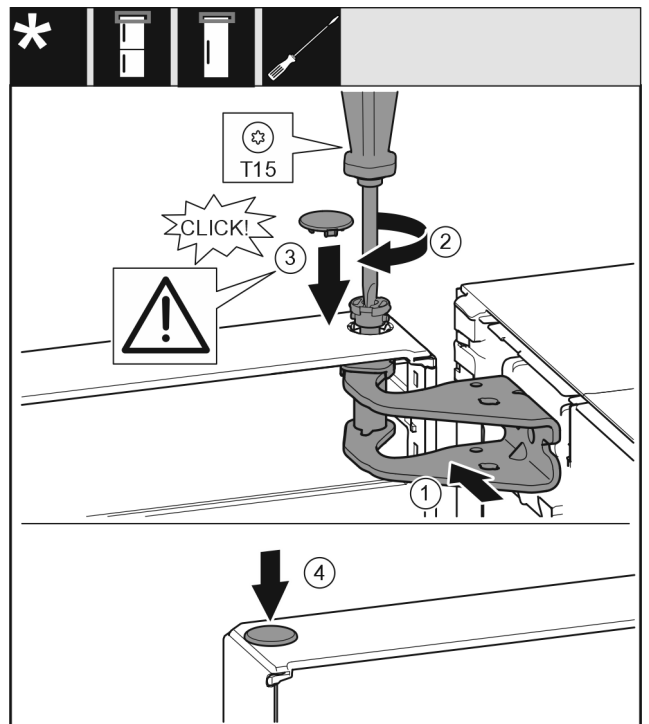

Fig. 20
- ▶ 将冰箱门的上方对准托架 Fig. 20 (1) 中的开口。
- ▶ 放入螺栓 Fig. 20 (2) 并用螺丝刀拧紧。
- ▶ 装入盖板 Fig. 20 (3)。
- ▶ 检查盖板 Fig. 20 (3) 是否紧贴贴在冰箱门上。
- ▶ 装入盖板 Fig. 20 (4)。